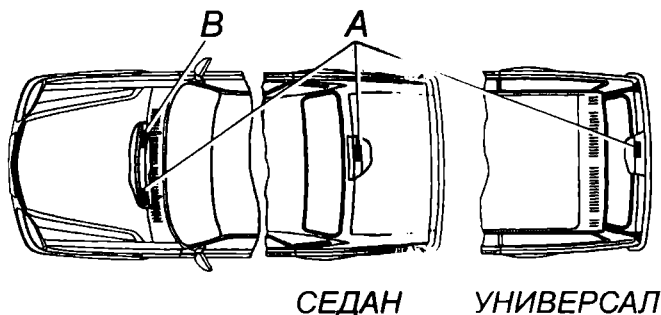

Рис. 1.1. А – место нанесения идентификационного номера автомобиля; В – место нанесения идентификационного номера кузова
- на верхнем фланце щитка передка с левой стороны (рис. 1.1, А);
- на верхней панели задка с правой стороны (для автомобилей с кузовом «седан») или на панели задка с правой стороны (для автомобилей с кузовом «универсал») – рис. 1.1, А.
Идентификационный номер кузова нанесён на верхнем фланце щитка передка с правой стороны (рис. 1.1, В).